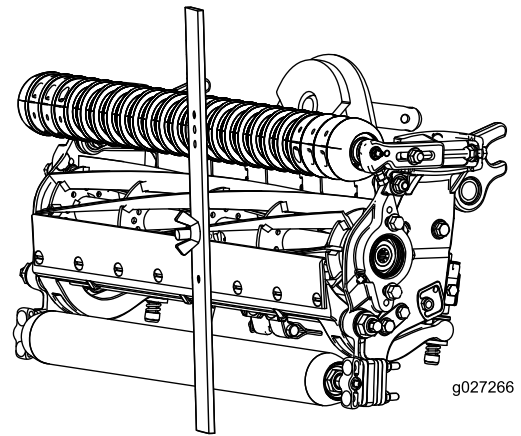

图17
4. 将螺丝头钩在底刀的刀刃上，并将调刀尺的后端放到后滚筒上（图17）。
5. 旋转调节螺丝，直到前滚筒接触到调刀尺（图17）。调整滚筒的两端，直到整个滚筒与底刀平行。